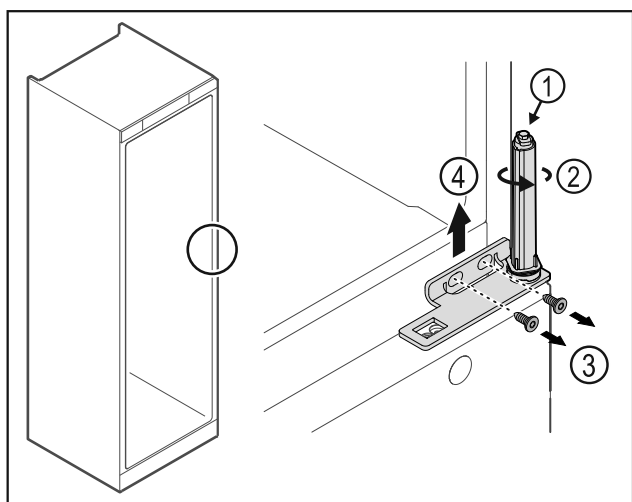

Fig. 22
- ▶ Не разбирайте систему закрытия двери Fig. 22 (1).
- ▶ Поворачивайте систему закрытия Fig. 22 (2) до щелчка.
- ▶ Открутите винты Fig. 22 (3), снимите шарнирные уголки движением вверх Fig. 22 (4).